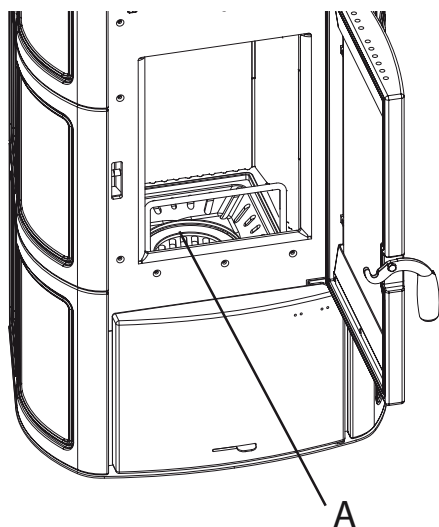

Fig. 7.2.1
- Asportare la cenere dal focolare (A) (Fig. 7.2.1).
- Remove ashes from the fireplace (A) (Fig. 7.2.1).
- Die Asche von der Feuerstelle (A) entfernen (Abb. 7.2.1).